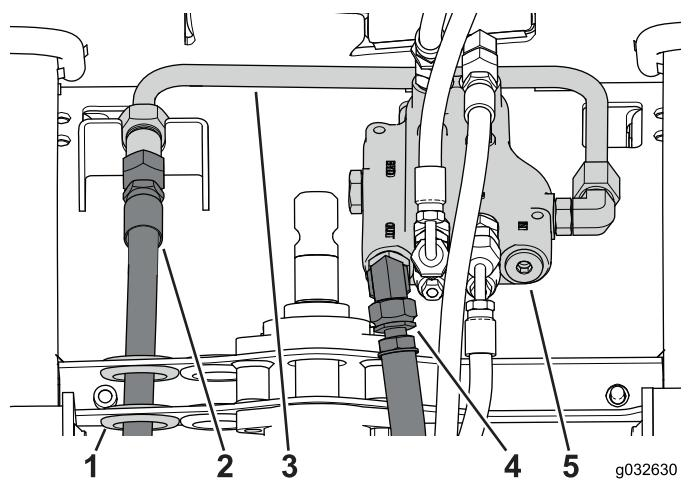

Bild 82
5. Verlegen Sie den Zulaufschlauch durch die Scheibe und schließen ihn am Rohranschluss an (Bild 82).
6. Schließen Sie den Rücklaufschlauch am Regelventil an (Bild 82)